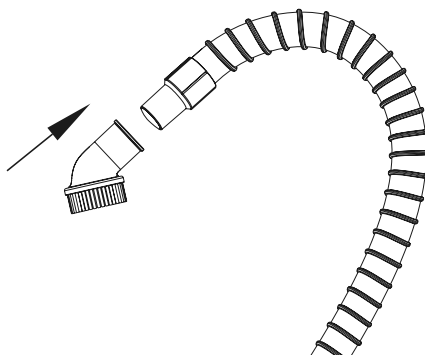

Fig. 12 – Montagem do bocal com escova
- Para limpeza em estofados ou tecidos, o usuário pode utilizar o bocal com escova conforme mostra a Fig. 12.
- Monte o bocal com escova na mangueira, conforme Fig. 12.